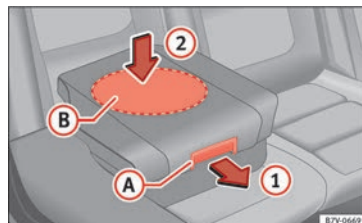

Fig. 98 Integreret børnesæde: Sådan klappes sædepolstringen tilbage.
- Træk sædepolstringen fremad i pilens retning ① med udløserarmen » Fig. 98 A.
- Tryk sædehynden ned i pilens retning ② i midten B, indtil den går sikkert i hak » !. Sidestøtterne klappes automatisk ind.
Når du klapper det integrerede børnesæde tilbage, skal du kun trykke på midten af sædepolstringen »» **Fig. 98** ②. Ellers kan sædepolstringen sætte sig i spænd og ikke gå sikkert i hak.